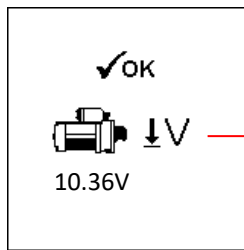
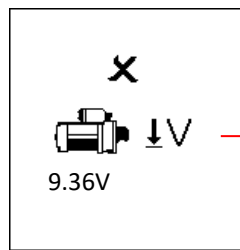

Fig.44
Fig.45
3. A présent, mettre la clé de contact sur ON et démarrer le moteur. Aussitôt que le moteur démarre, les résultats s'affichent automatiquement comme indiqués ci-dessous (Fig.44 ou Fig.45):